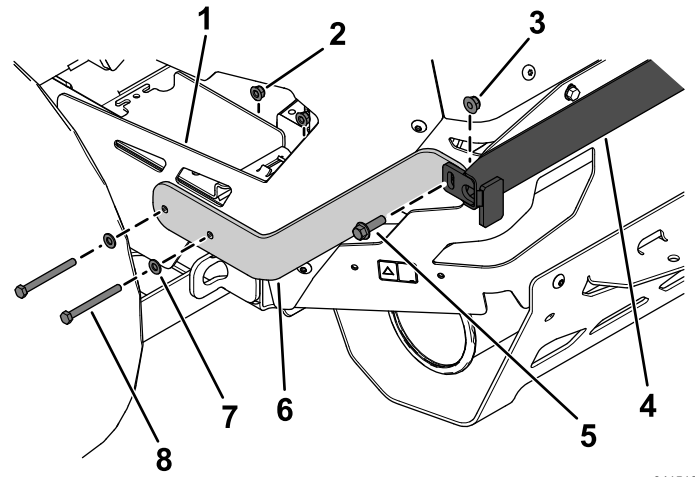

Figure 9
3. Fixez légèrement la patte supérieure gauche à la protection arrière gauche à l'aide de 2 boulons à tête hexagonale (5/16" x 3/4"), 2 rondelles ordinaires, 2 écrous à embase (5/16"), 1 boulon à embase (3/8" x 1/4") et 1 contre-écrou (3/8"), comme montré à la Figure 9.